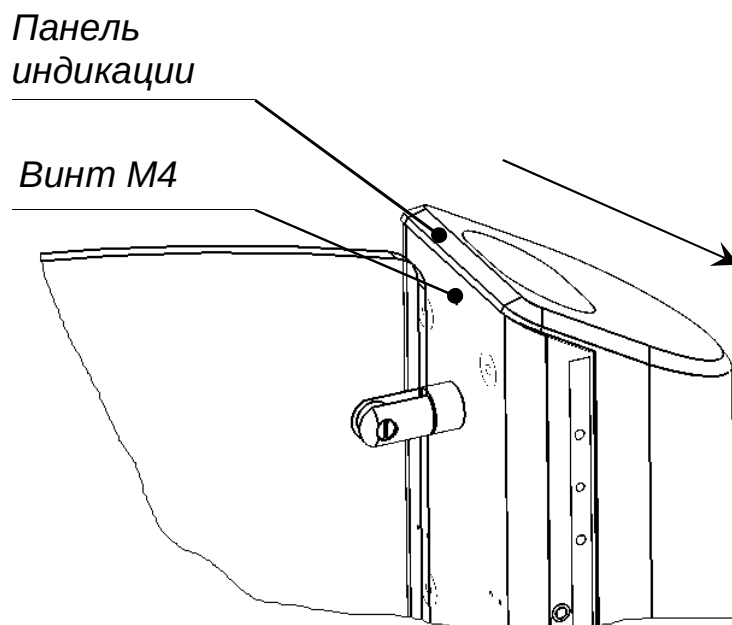

Рис. 10
6.5.1. Снимите декоративную заглушку и открутите винт М4 на задней стенке картоприемника (рис. 10).
6.5.2. Сдвиньте панель индикации картоприемника до упора в направлении, указанном на рис. 10. Аккуратно поднимите панель.